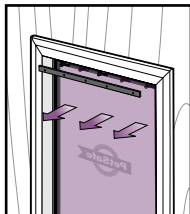

FIG. 14
2. Ta bort panel och vinyllucka (**Fig. 14**).